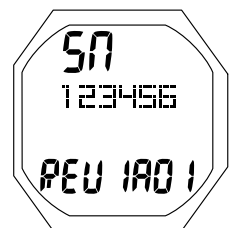

Fig. 57 - NUMÉRO DE SÉRIE
**NUMÉRO DE SÉRIE DE L'OCI (OCI ID)** : paramètres affichés (Fig. 57)